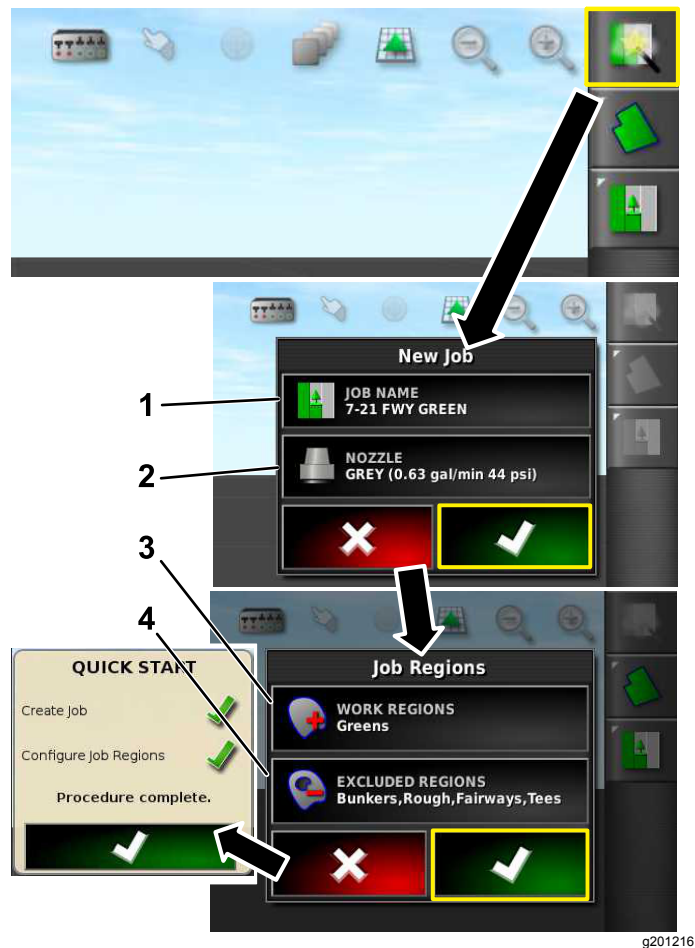

图 8
2. 为工作输入新名称图 8。
4. 选择您打算打药的工作区例如球道、果岭、发球台等图 8。
- 选择不打药的除外区域沙坑、树木、障碍区等 图 8。